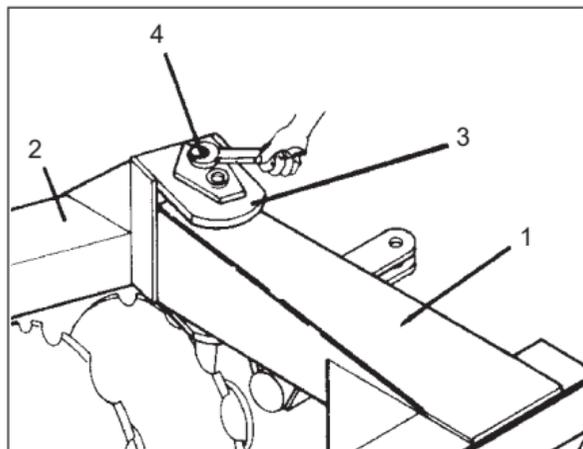

FIGURA 06
10 - Acoplar a armação dianteira item 11 na armação traseira item 2, através do eixo de união item 3, travando-o com o parafuso de trava item 4, conforme mostra a **Figura 06**.